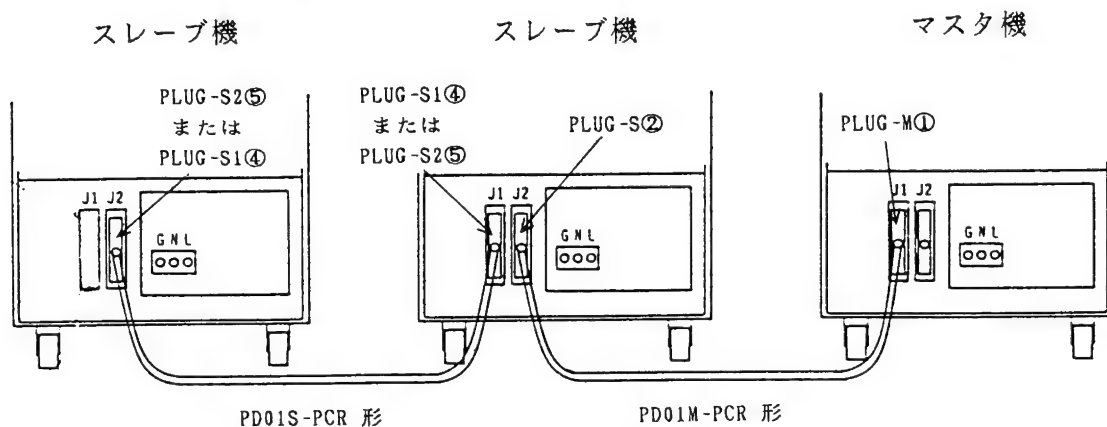

図 3-9
(1) 項と同様にマスタ機を決めて、2 台の PCR シリーズを PD01M-PCR 形で接続してください。次に、残りのスレーブ機同士を PD01S-PCR 形で接続してください。PLUG-S 1④及び PLUG-S 2⑤はどちらに接続してもかまいません。(図 3-9 を参照してください。)